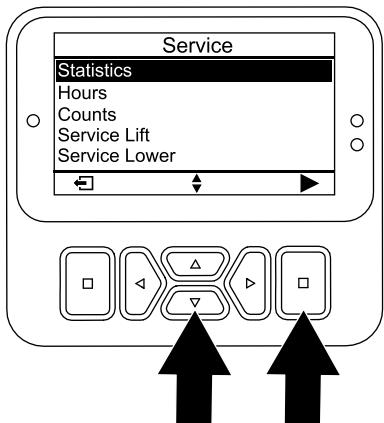

Figura 96
5. En la pantalla SERVICE (Mantenimiento), pulse el botón abajo hasta que se seleccione la opción STATISTICS (Estadísticas) y, a continuación, pulse el botón de selección (Figura 96).